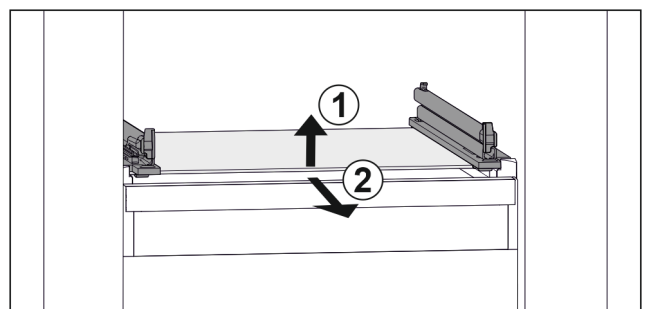

Fig. 52 Exemple de représentation de la tablette en verre
- ▶ Soulever la tablette en verre par l'avant. Fig. 52 (1)
- ▶ Retirer la tablette en verre par l'avant. Fig. 52 (2)